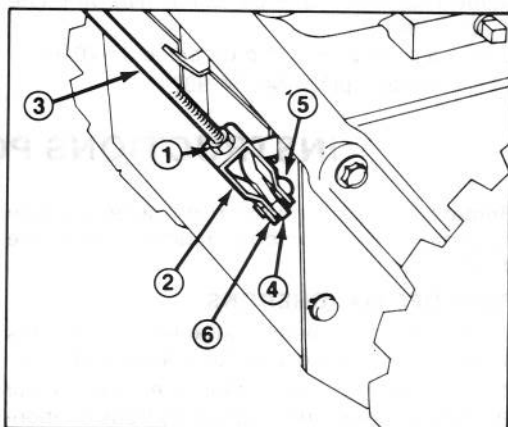

Figure 5
1. Desserrez l'écrou de blocage au-dessus de l'étrier sur la tige de commande supérieure (Fig. 5).
2. Alignez les trous de l'étrier avec la tige de commande inférieure, et fixez à l'aide d'une cheville d'étrier (Fig. 5).